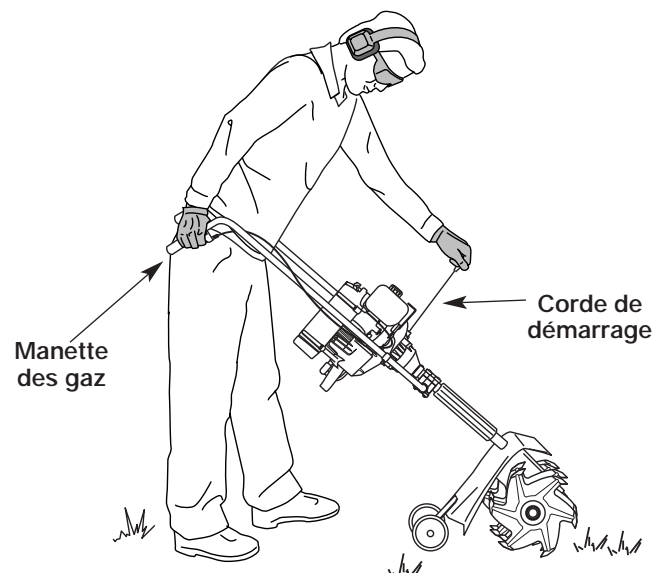

Figure 16
**AVERTISSEMENT :** évitez tout démarrage accidentel. Tenez-vous en position de démarrage lorsque vous tirez la corde de démarrage (Fig. 16). L'opérateur et l'appareil doivent tous deux être en position stable pour éviter des blessures graves.
5. L'appareil étant prêt à démarrer (Fig. 16), mettez la manette des gaz à pleins gaz. Tirez brusquement sur la corde de démarrage 5 fois de suite, le levier étant en position d'étranglement **MAXIMUM (A |←|)**. Si le moteur essaie de démarrer avant le cinquième tir, passez à l'étape 6.
7. Tirez brusquement sur la corde de démarrage 1 à 3 fois pour démarrer le moteur (Fig. 16).
1. Relâchez la manette des gaz (Fig. 16). Laissez le moteur se refroidir au ralenti.